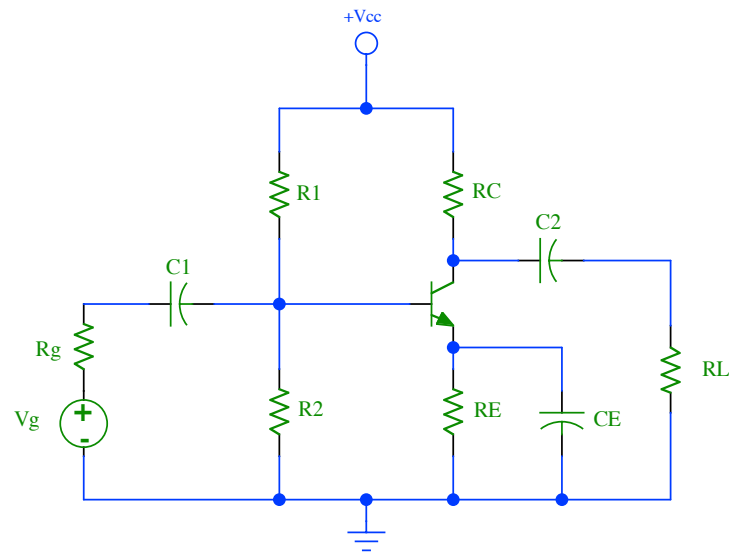

Figura 5.3: Amplificador en configuración *Emisor-Común* con capacitor C_E para compensación de ganancia ($C_1 = C_2 = \infty$).
1. Arme el circuito mostrado en la figura 5.3 empleando los valores de componentes calculados en la práctica 3.